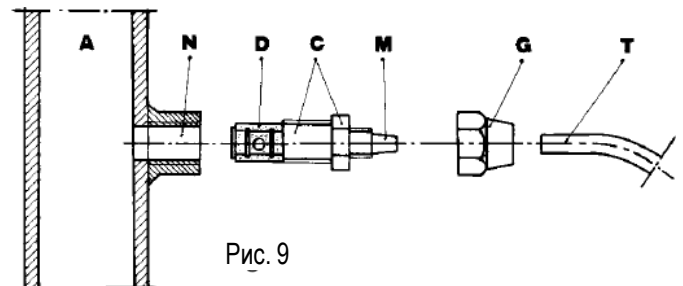

Рис. 9
g. – Виберіть місце, яке найкраще підходить для врізки в систему і встановіть в ньому сталевий конектор із зовнішнім різьбленням 3/8 ". Даний конектор не входить в комплект поставки насоса. Вкрутіть в цей конектор клапан вприску, як показано на рис. 9. Потім підключіть шланг скидання до клапану вприску і закрутіть гайку **G**. У даній ситуації клапан упорскування також виконує функцію безповоротного клапана.
3.1. СХЕМА ВСТАНОВЛЕННЯ ІНЖЕКТОРА (Рис.9)